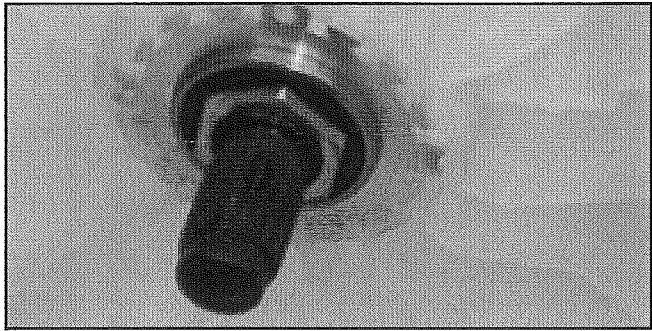

FIGURA 16
24. Incline nuevamente la lavadora hacia atrás. Instale la nueva tuerca de eje y ajústela. Vea la *Figura 16*.